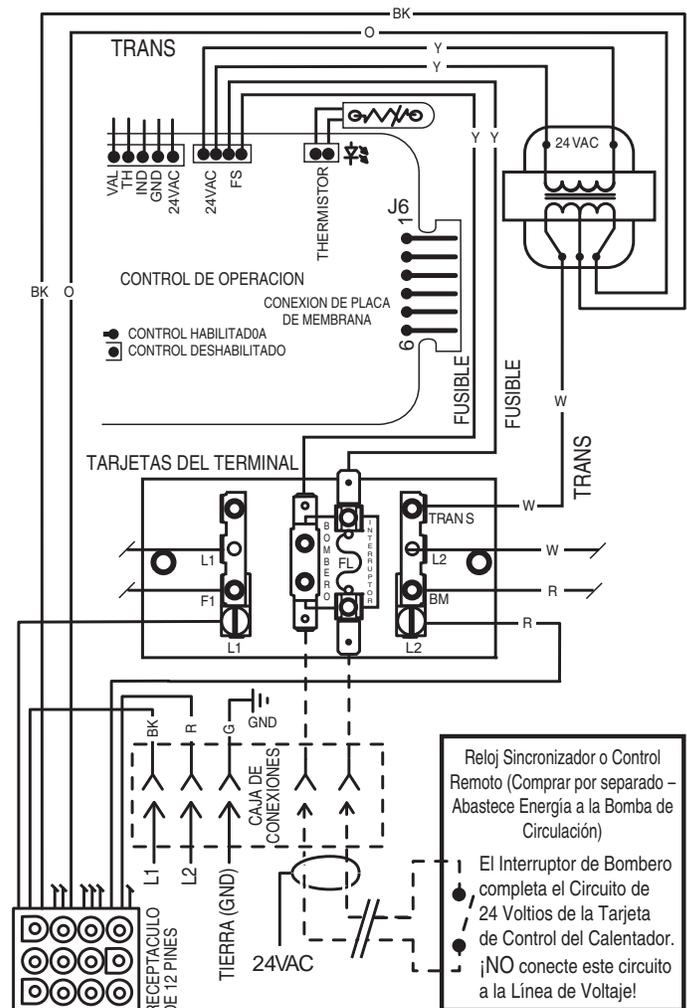

Figura 22.
- Conecte los cables entre los terminales del Interruptor de Bombero en el calentador y el regulador. Conecte los cables del controlador o del sincronizador al Interruptor de Bombero. El controlador, el sincronizador o el regulador deben ser preparados para manejar 24VAC a 0.5 Amp (por que completara el circuito de 24VAC del panel de control en el calentador como se muestra en la **Figura 22**). NO aplique voltaje de línea a los terminales del interruptor de bombero. Use cable calibre 18 con un mínimo de 3/64" (1.2mm) de grosor de aislamiento clasificado para una elevación de temperatura de por lo menos 105° C.